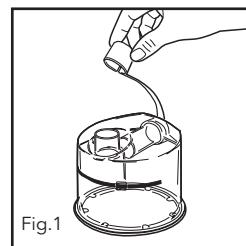

Fig.1
- b. Retirer et jeter les capuchons bleus (Fig.1).
- Vider et jeter l'eau résiduelle. NOTE : Pour éliminer entièrement l'eau, guider l'eau restante entre les pales et bien secouer (Fig.1).